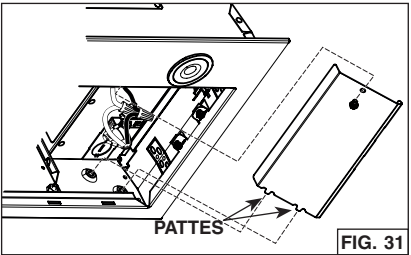

FIG. 31
2. Remettre en place le couvercle du compartiment électrique en s'assurant que les pattes du bas sont insérées dans leur emplacement surélevé. Le fixer à la hotte à l'aide de sa vis de retenue (FIG. 31).